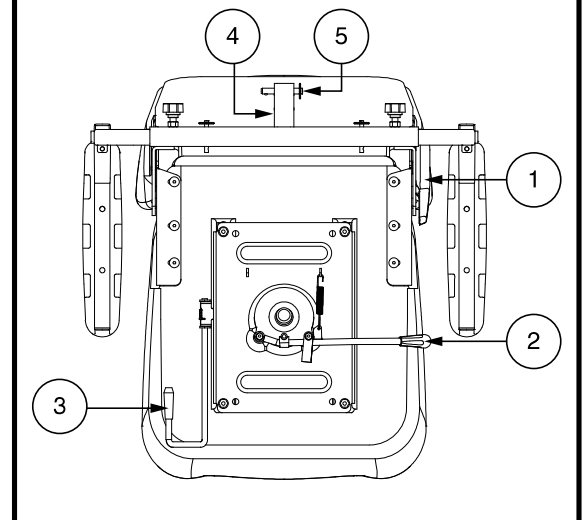

Abb. 20. Sitzeinstellungen – Stil B
Um die verstellbare Rückenlehne einzustellen, befolgen Sie diese Schritte. **Siehe Abb. 20.**
1. Drehen Sie den Hebel zur Verstellung der Sitzposition nach aussen. **Siehe Abb. 20.**
Der Armlehnenwinkel Ihres Elektromobils kann nach oben oder nach unten verstellt werden. **Siehe Abb. 20.**
Die Zuberhörhalterung am Heck ermöglicht es Ihnen, persönliche Zubehörkomponenten wie Korb, Gehhilfe oder Sauerstofftank hinter dem Elektromobil anzubringen. Verwenden Sie den Sicherungsstift, um das Zuberörteil sicher an der Halterung zu befestigen. **Siehe Abb. 20.** Für weitere Informationen wenden Sie sich an Ihren Vertragshändler.